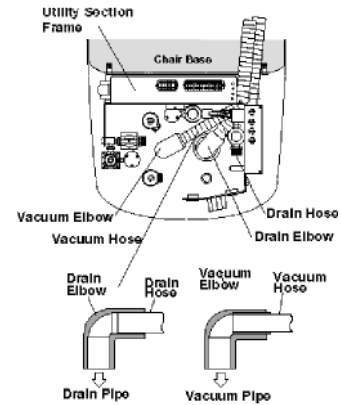

Fig.6-8 Drain Hose and Vacuum Hose Connection
(3) Branchement du tuyau d'évacuation et du tuyau d'air
- A. Fixez le tuyau d'évacuation et le tuyau d'air au cadre de la boîte de raccordement à l'aide du cavalier du tuyau (Fig.6-8)
- C. Insérez le coude du tuyau d'évacuation et du tuyau d'air dans chaque conduit (Fig.6-8)